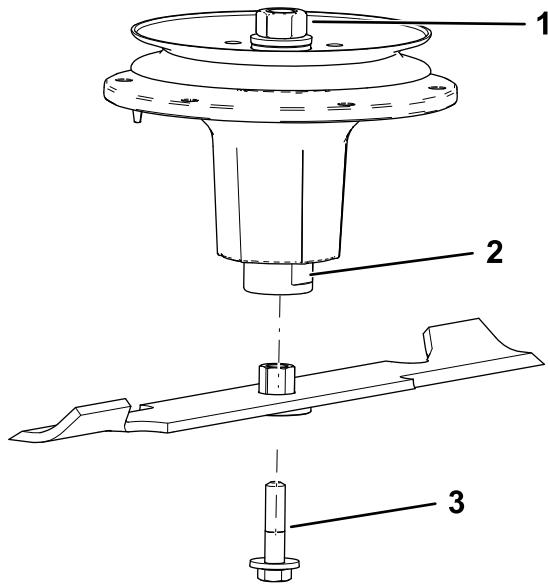

Figure 81
- 2. Installez l'ensemble douille et lame sur l'axe de pivot (Figure 81).